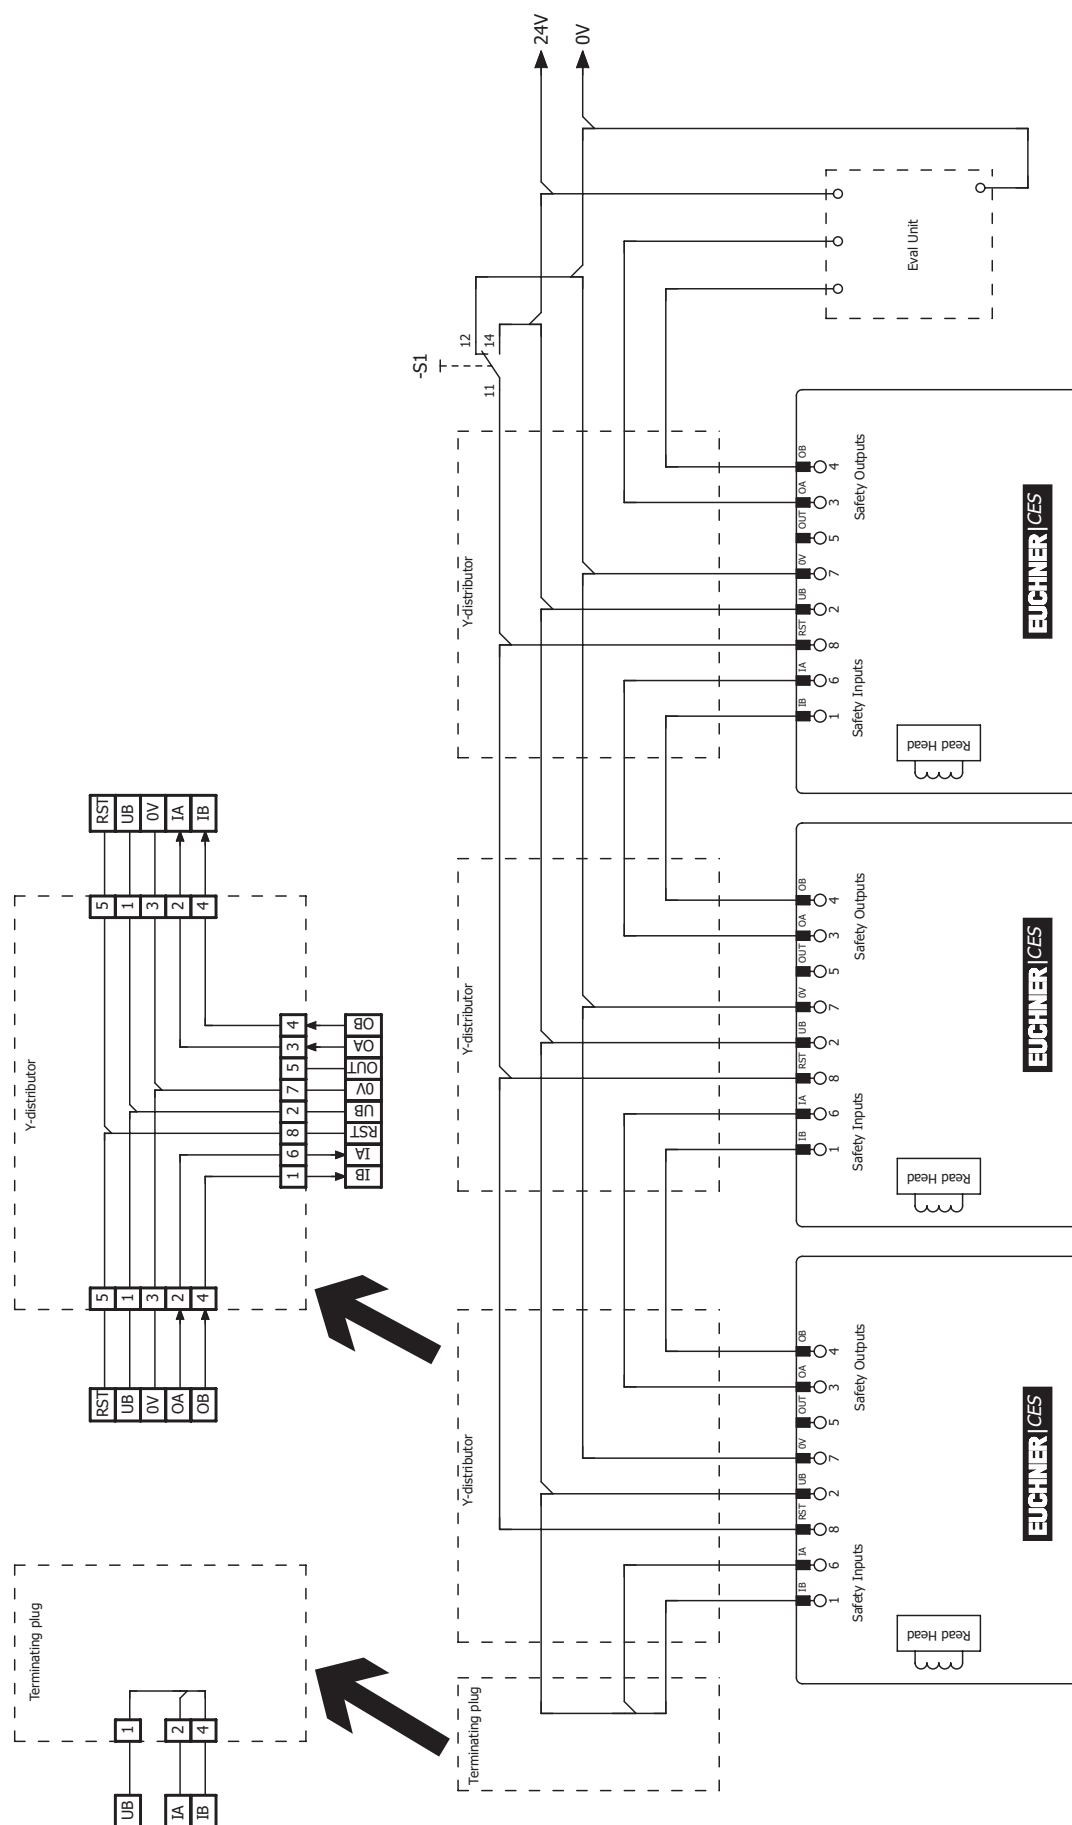

Fig. 4: Ejemplo de conexión en serie con restablecimiento (reset) y conmutador
- Debe utilizarse una señal común para todos los interruptores de la cadena. Puede tratarse de un conmutador, pero también se puede utilizar la salida de un sistema de control. No deben utilizarse pulsadores, ya que el restablecimiento (reset) debe estar siempre conectado a GND durante el funcionamiento (véase el interruptor S1 en la Fig. 4 en la página 22).
Para que esto sea posible, la entrada RST debe conectarse como se muestra en la Fig. 4 en la página 22.